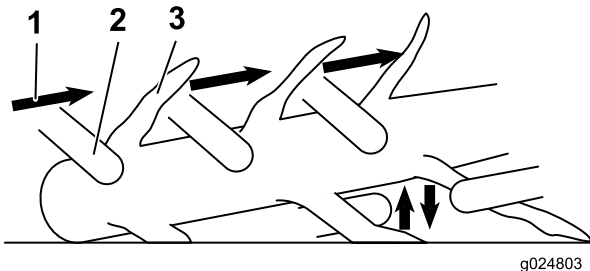

Figura 15
2. Primero corte las ramas más pequeñas y deje las ramas más grandes, de apoyo, para el final (Figura 15).
3. Si una rama está bajo tensión, córtela desde abajo para evitar que la motosierra se agarrote (Figura 15).